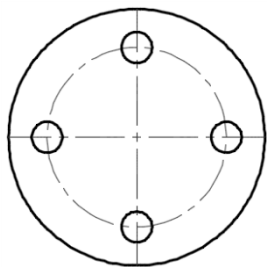

图 3-58 原始图形
- 1) 打开“拉长操练.dwg”图形文件，原始图形如图 3-58 所示。